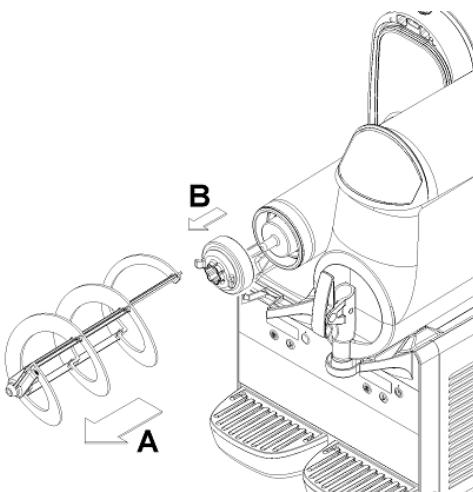

Рисунок 5
- Снимите миксер, сдвинув его от цилиндра испарителя (см. рис. 5).